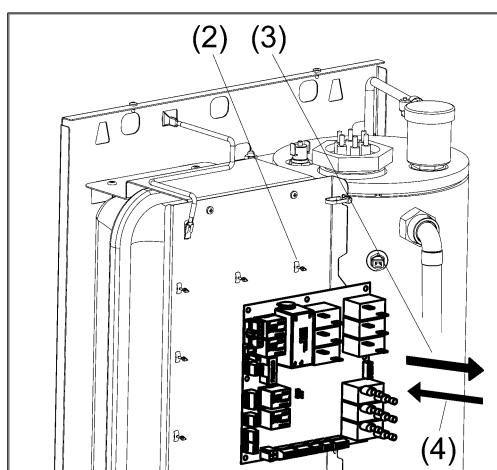

Рисунок 17. Замены платы контроллера
- (1) Отсоедините все провода от платы контроллера (см. рис. 17).
- (2) Отсоедините плату контроллера от панели силовой (аккуратно нажмите на пластиковые держатели крепления платы).
- (3) Извлеките плату контроллера.
- (4) Установите новую плату контроллера взамен прежней на пластиковые держатели.
- (5) Подсоедините все необходимые провода к новой плате контроллера.
- (6) Проверьте работоспособность новой платы – протестируйте прибор на разных режимах работы.